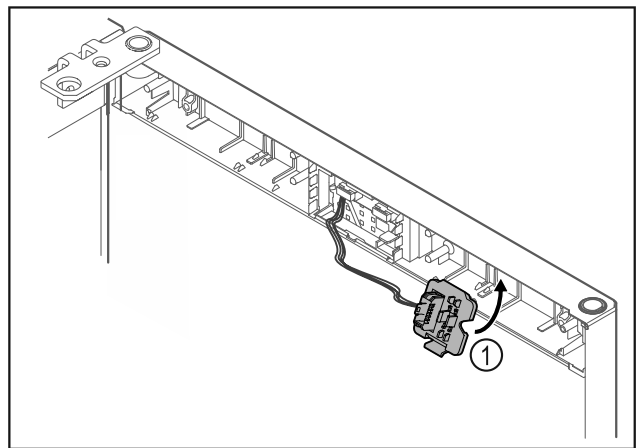

Fig. 23
- ▶ Κουμπώστε το στήριγμα του φιν Fig. 23 (1) στην απέναντι πλευρά.